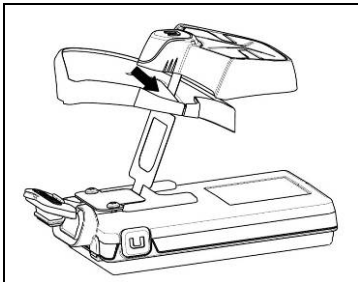

Fig. 4
- Inserire il cavo FLEX del sistema ESS nella feritoia dell'adattatore selezionato come indicato, seguendo la direzione di inserimento dell'immagine. (Fig. 4);